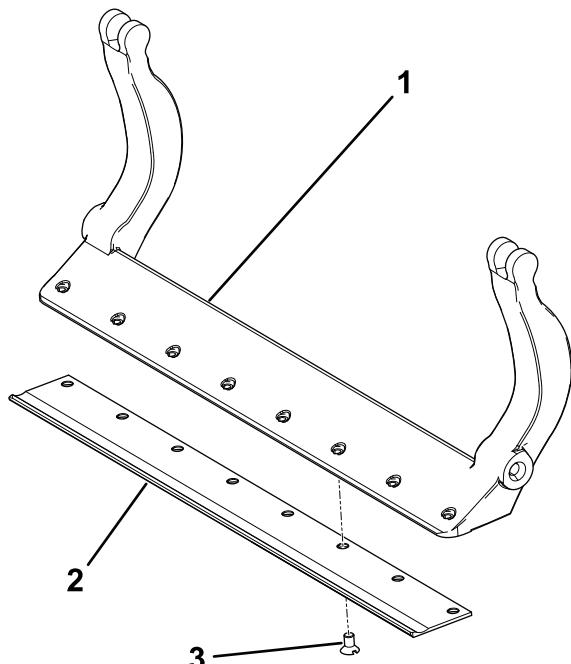

Figura 33
3. Aplique composto antigripagem nos parafusos e instale a lâmina de corte na barra de apoio da seguinte forma (Figura 33):
- A. Aperte os dois parafusos exteriores com 1 N·m; consulte a Figura 33.
- B. Trabalhando a partir do centro da lâmina, aperte os parafusos com 23 a 28 N·m; consulte a Figura 33.